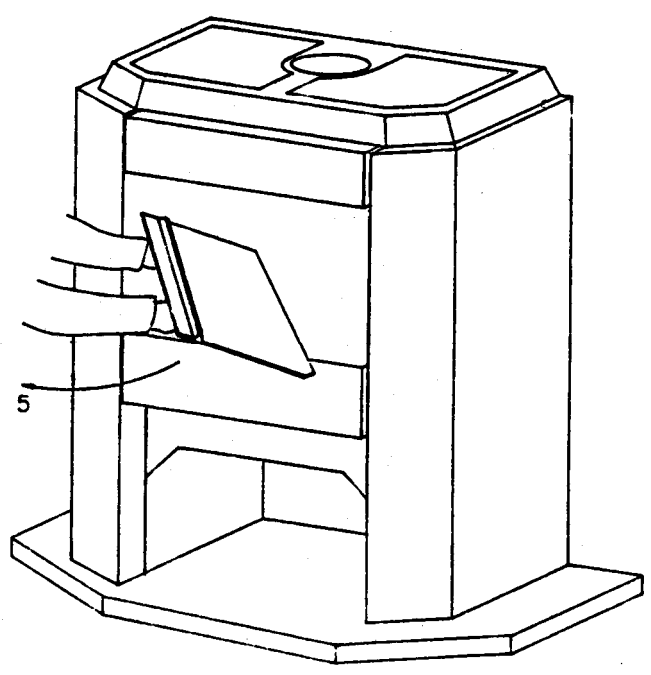

Fig. 10
. Com a extremidade de um objecto metálico ②, raspar a aresta interior da porta em ferro fundido para remover o creosote que estiver aglomerado **(Fig. 10)**.